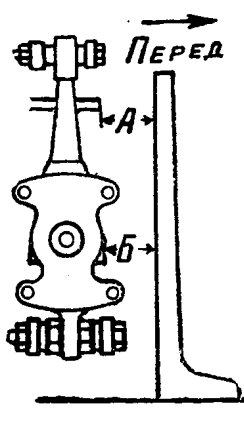

Рис. 56. Проверка угла наклона шкворня вперед или назад.
2. Проверьте угол продольного наклона шкворня с помощью большого угольника, установленного по уровню (рис. 56). Базовыми плоскостями при этой проверке служат две обработанные площадки на стойке подвески. Величина угла продольного наклона шкворня находится в допустимых пределах, если величина *A* больше или меньше *B* на величину не свыше 2,5 мм для автомобиля с полной нагрузкой. При замере этого угла на автомобиле без нагрузки величина *A* может быть больше *B* до 1 мм или меньше до 4 мм. Разница в величинах замеров для левой и правой сторон в обоих случаях, то есть с нагрузкой и без нагрузки, не должна превышать 1,3 мм.